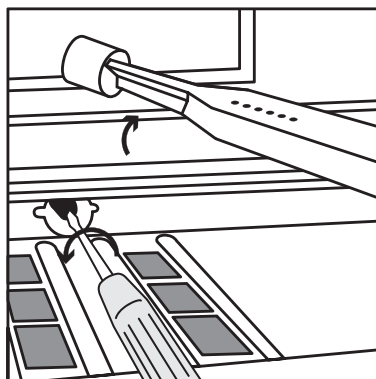

рис. 10
- специальным торцевым ключом для жиклеров или 7 мм торцевым ключом (рис. 10) отвинтите жиклер горелки духовки и замените его подходящим для нового типа газа (см. табл. 1). Будьте внимательны, чтобы не повредить провода свечи розжига и термопары